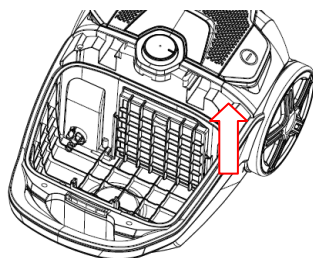

Рис. 14.
2. Впускной фильтр: промойте фильтр теплой водой и дайте ему полностью высохнуть перед повторной установкой. (Рис. 14)